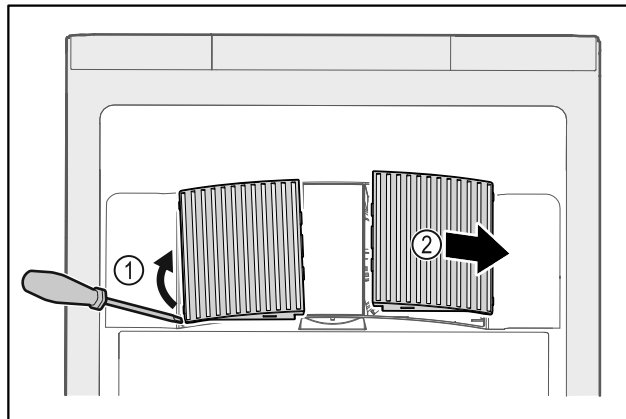

Fig. 164
- ▶ Väännä tuulettimen suojuksen varovasti sivulta pois paikaltaan Fig. 164 (1) ja poista suojuksen etukautta Fig. 164 (2).